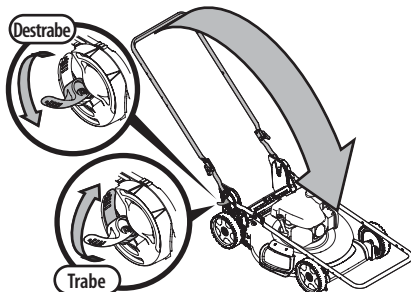

Figura 37
3. Destrabe las dos palancas de liberación de manija. Vea el recuadro de la Figura 37.
4. Pliegue la manija hacia adelante hasta la posición de almacenamiento (Figura 37). No presione los cables del control de la transmisión o de la cuchilla (si se incluyen) mientras baja la manija.
5. Trabe las dos palancas de liberación de la manija (recuadro, Figura 37).
2. Para desplegar la manija, destrabe las dos palancas de liberación de la manija (recuadro, Figura 37) y realice los PASOS 5-8 de Configuración, Manija de Almacenamiento Vertical en la página 32.